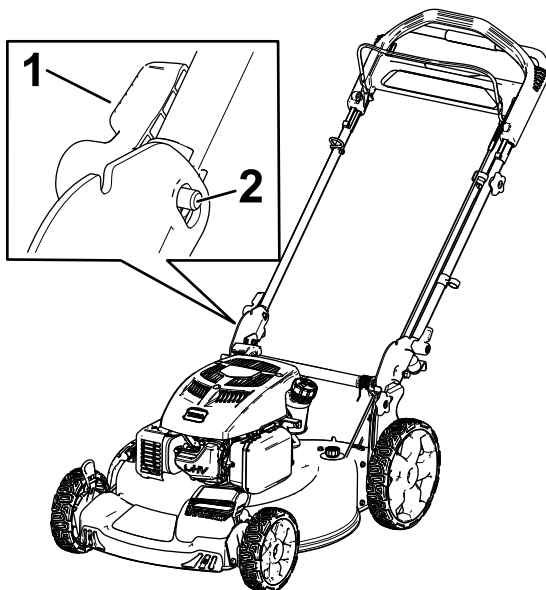

Figura 5
2. Mueva la palanca de bloqueo del manillar (Figura 5) hasta que el pasador se enganche en su sitio para bloquear el manillar en la posición de operación.